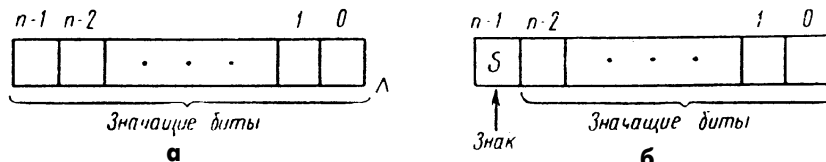

рис. 8
**Формат с фиксированной точкой.** На рис.8 показаны два формата целых двоичных чисел: рис.8,а – без знака, рис.8,б – со знаковым разрядом, которым является левый (старший) разряд. В этом формате можно представить только целые числа, и любая комбинация является допустимой. Беззнаковые числа при программировании используют только для тех числовых объектов, которые принципиально не могут быть отрица-